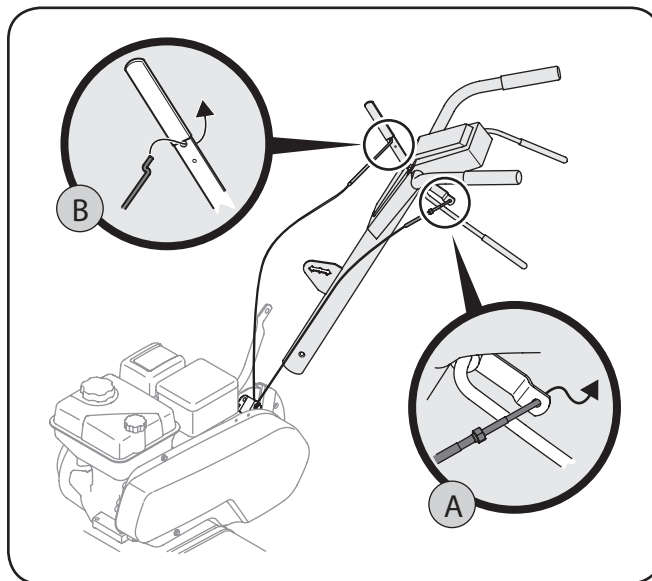

Figure 3-2
2. Accrochez l'extrémité en Z du câble de marche avant (A) au levier de marche avant des dents. Voir Figure 3-2.
3. Accrochez l'extrémité en Z du câble de marche arrière (B) au levier de marche arrière des dents. Voir Figure 3-2.